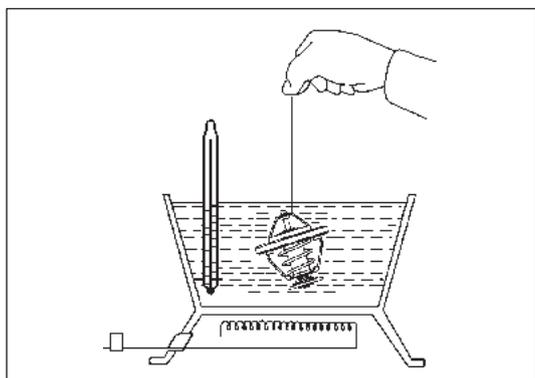

Рис. 10-5-5. Проверка температуры открывания клапана термостата
- а) Полностью погрузить термостат в воду и медленно нагревать воду, как изображено на рис. 10-5-5. Запрещается нагревать непосредственно термостат.